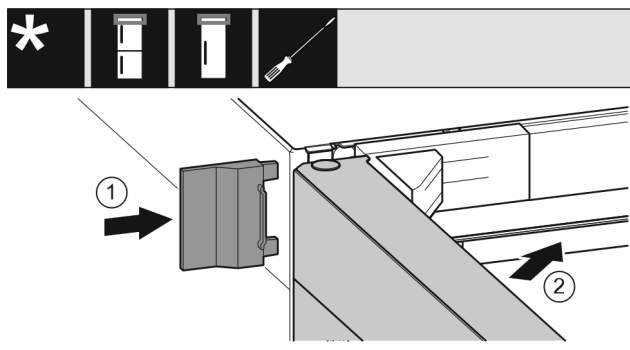

Fig. 65
- ▶ Vnější kryt Fig. 65 (1) nasuňte.
- ▶ Zavřete horní dveře Fig. 65 (2).